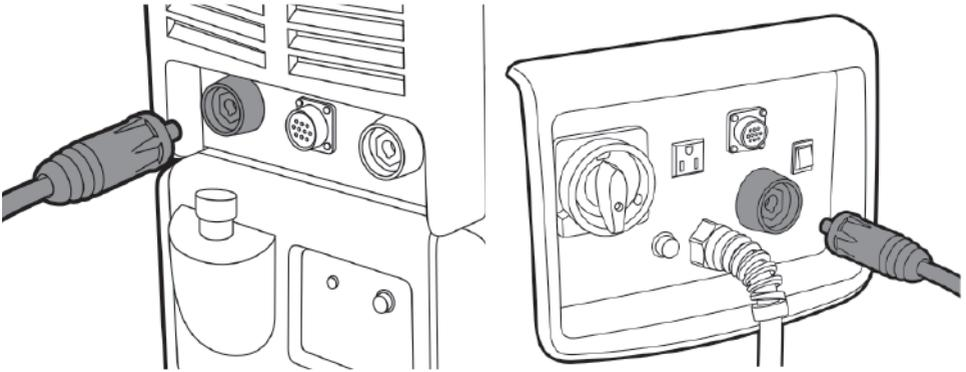

Рис. 8.2.3. Подключение силового кабеля к источнику питания.
3. Подключите силовой кабель к источнику питания. Кабельная розетка ОКС 35–50 «+» расположена на передней и на задней панелях источника (см. рис. 8.2.3).